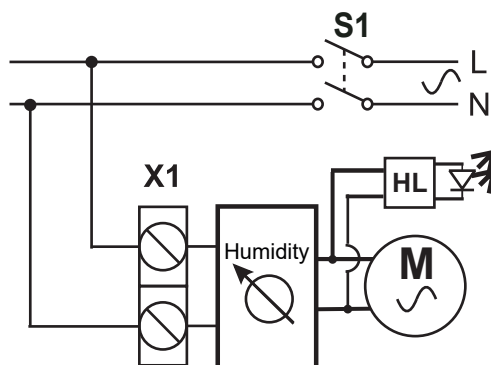

Рис.1
1. Подключить сетевые провода 2 согласно электрической схеме (рис.1), монтажной (рис.2).